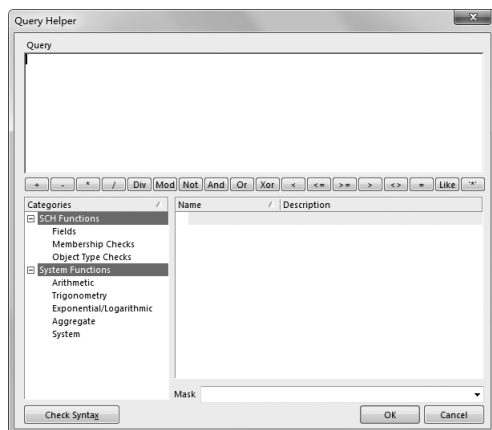

图 6-19 “Query Helper”对话框
- “Helper”（帮助）按钮：如果用户不熟悉输入语法，可以单击下面的“Helper”（帮助）按钮，在弹出的“Query Helper”（查询帮助）对话框中输入过滤器查询条件语句，如图 6-19 所示。